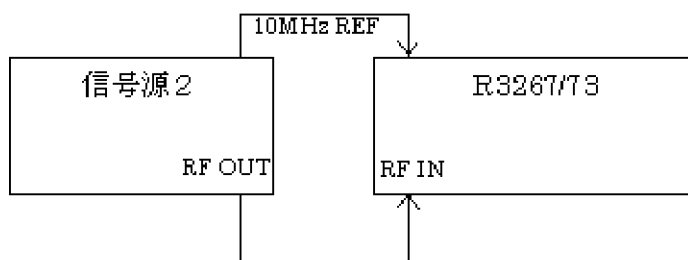

図 6-15 簡易ハードウェアチェック接続図
1. R3267/73 と信号源を図 6-15 のように接続します。